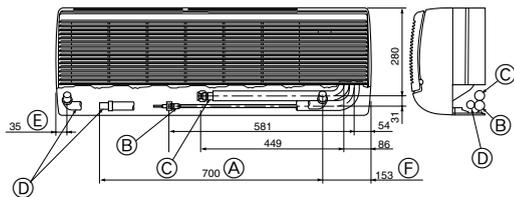
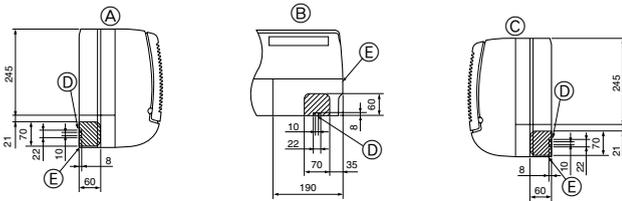

Fig. 4-2
Fig. 4-3
① Anordnung der Kältemittel- und Abfließrohrleitungen (Fig. 4-2)
- (A) (Gesamtlänge des flexiblen Schlauchs)
- (B) Flüssigkeitsrohrleitung
- (C) Gasrohrleitung
- (D) Ausfließschlauch
- (E) Rohrleitung an der linken Seite
- (F) Rohrleitung an der rechten Seite
② Die Lage der auszubrechenden Löcher auf dem Gerätekörper festlegen. (Fig. 4-3)
- (A) Rohrleitung an der linken Seite
- (B) Untere Rohrleitung
- (C) Rohrleitung an der rechten Seite
- (D) Kabeldurchgang für Fernbedienung
- (E) Eckkasten